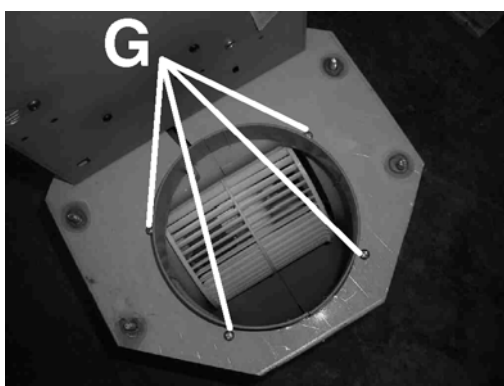

Fig. 12
9. Retirar los 4 tornillos (G) que sostienen el bloque del motor (fig. 12).